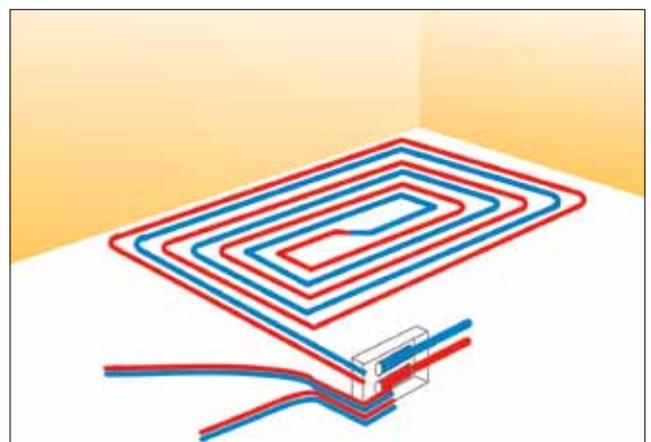

ABB. 5
- Verlegung von Fußbodenheizungselementen (Abb. 5).